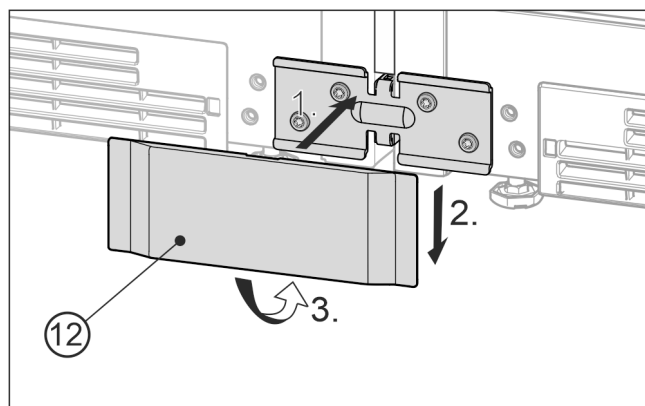

Fig. 22 例图
- 将下方的盖板 Fig. 22 (12) 从前面放置到角上 Fig. 22 (1)，向下推入 Fig. 22 (2) 并向下卡紧 Fig. 22 (3)。